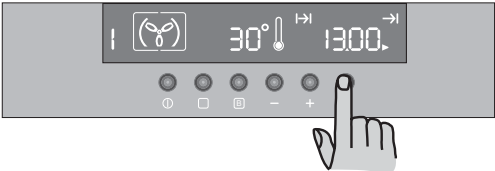

Fig. 14
- Appuyez sur la touche  et sélectionnez la fonction “Durée de cuisson” portant le symbole  qui commencera à clignoter. L'heure de fin de cuisson (à savoir l'heure actuelle plus le temps de cuisson réglé - Fig. 14) apparaîtra sur l'afficheur.